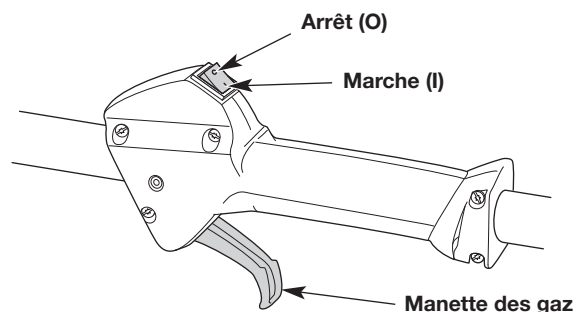
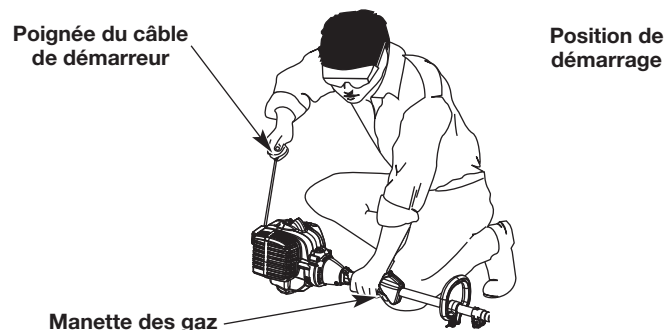

Fig. 7
Fig. 10
**AVERTISSEMENT :** évitez tout démarrage accidentel de l'appareil. Pour éviter toute blessure grave, l'opérateur et l'appareil doivent être tous deux en position stable quand l'opérateur tire sur le câble de démarreur (Fig. 10).
**REMARQUE :** il n'est pas nécessaire de démarrer l'appareil. L'interrupteur de marche/arrêt est constamment en position de marche (I) (Fig. 7).
5. Accroupissez-vous en position de démarrage (Fig. 10).
6. Appuyez sur la manette des gaz (Fig. 7) et tirez sur le câble de démarreur d'un mouvement contrôlé et ferme à **5 reprises** (Fig. 10).
2. Appuyez sur l'interrupteur de marche/arrêt et maintenez-le enfoncé en position d'arrêt (O) jusqu'à ce que le moteur s'arrête complètement (Fig. 7).